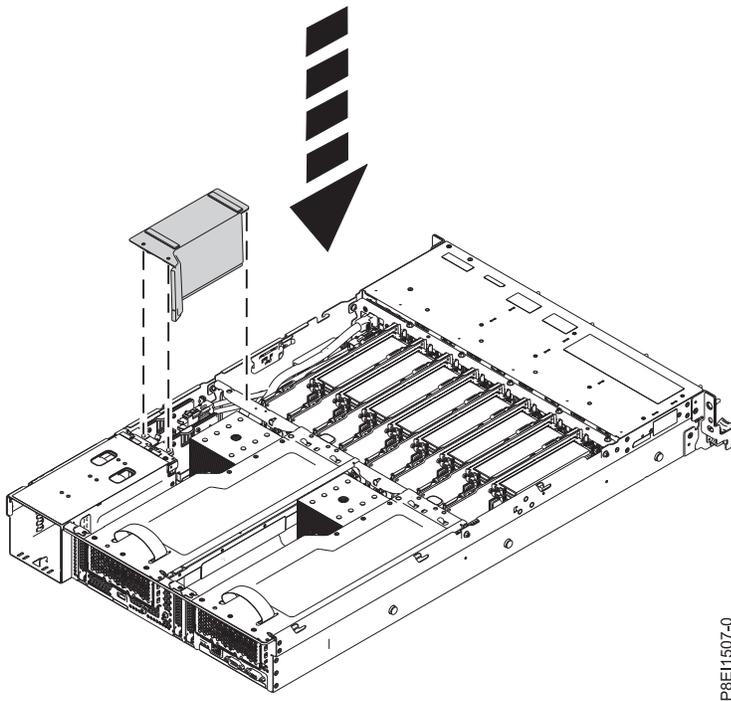

図 119. 電源ライザー・エア・バッフルの取り付け
8. 電源ライザー・エア・バッフルを取り付けます。 117 ページの図 119を参照してください。バッフル内の穴がシステム上のピンの位置と合っていることを確認します。